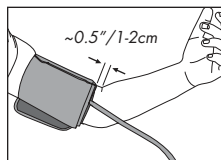

Fig. 5
3. El borde inferior del manguito debe colocarse aproximadamente media pulgada (0.5") por encima de la articulación del codo, Fig 5.